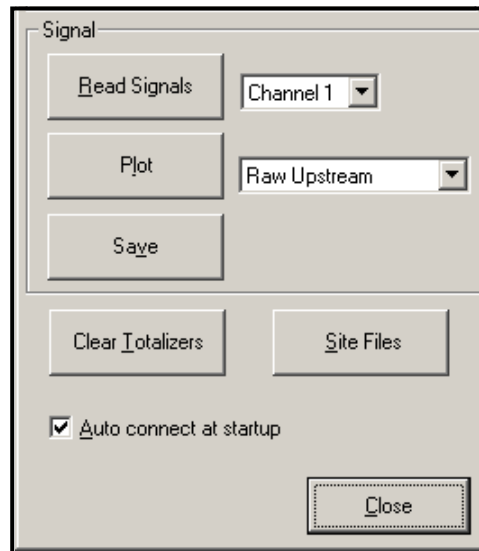

Figure 7: Options de signal actif
- Pour lire un signal du compteur, cliquez sur le bouton **[Lire les signaux]**. (Si le compteur est un instrument multicanal, ouvrez le menu déroulant Canal et cliquez sur le canal souhaité.) Après un moment, la fenêtre Propriétés ressemble à la Figure 7.